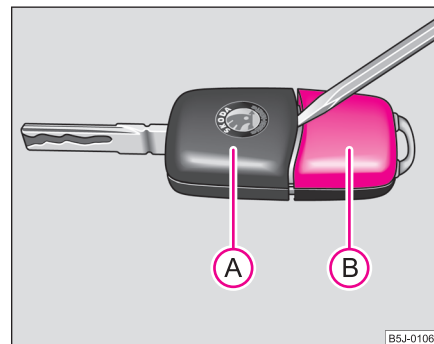

Fig. 19 Desfacerea cheii cu telecomandă
Fiecare cheie cu semnal are în componență o baterie, care se găsește în capacul (B) al carcasei emițătorului ⇒ fig. 19. Vă recomandăm să vă adresați unei unități service Škoda pentru ►
- Desprindeți cheia (A) ⇒ pagina 41, fig. 19 cu ajutorul unei șurubelnițe de carcasa (B).